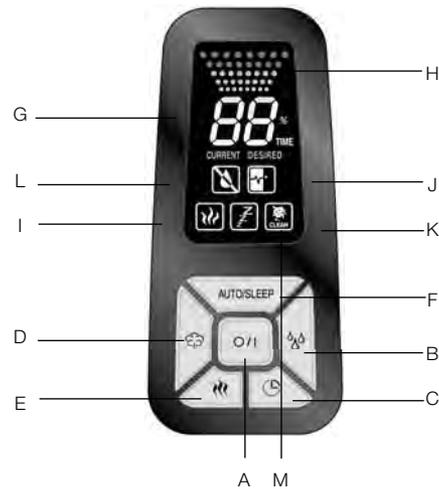

Рис. 2
- Вставьте штепсельную вилку в электрическую розетку и включите увлажнитель воздуха с помощью кнопки "вкл./выкл." **О/Л** (см. рис.2)